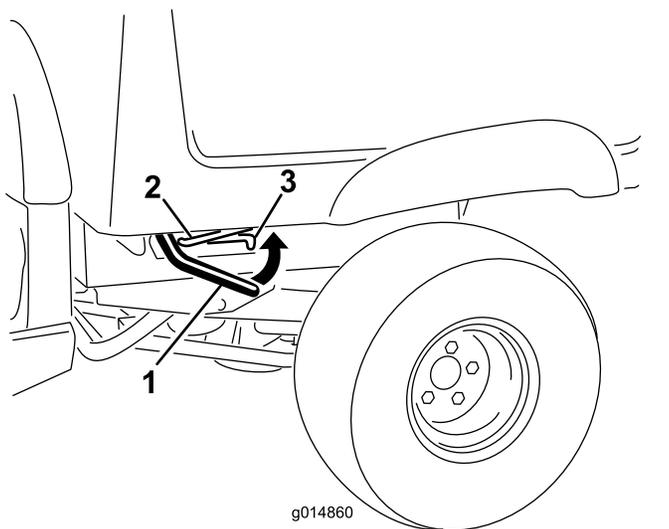

Рисунок 13
1. Поднимите рычаг с любой стороны кузова и поднимите кузов вверх (Рисунок 13).
1. Немного приподнимите грузовой кузов, нажав вверх на рычаг защелки (Рисунок 13).